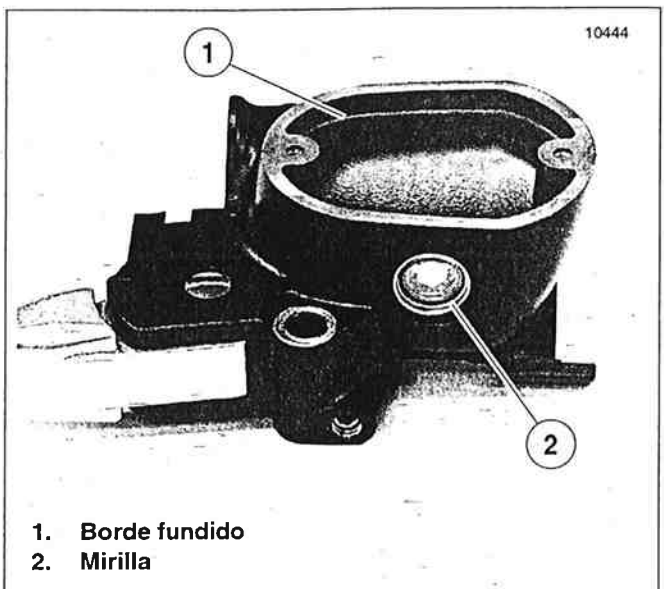

Figura 2-107. Llenado del depósito de la bomba de frenos delanteras
- Vea la Figura 2-107. No use la mirilla para establecer el nivel máximo de líquido. La mirilla solamente debe usarse como un indicador visual de que el nivel de líquido está bajo y necesita atención.
5. Vea la Figura 2-107. Agregue suficiente **LÍQUIDO DE FRENOS HIDRÁULICOS CON SILICONA D.O.T. 5 Harley-Davidson** (pieza № 99902-77) al depósito para aumentar el nivel del líquido al borde fundido en el interior del depósito, aproximadamente 6 mm (0,25 pulg.) abajo del borde superior.
8. Vea la Figura 2-107. Agregue suficiente **LÍQUIDO DE FRENOS HIDRÁULICOS CON SILICONA D.O.T. 5 Harley-Davidson** (pieza № 99902-77) al depósito para aumentar el nivel del líquido al borde fundido en el interior del depósito, aproximadamente 6 mm (0,25 pulg.) abajo del borde superior.